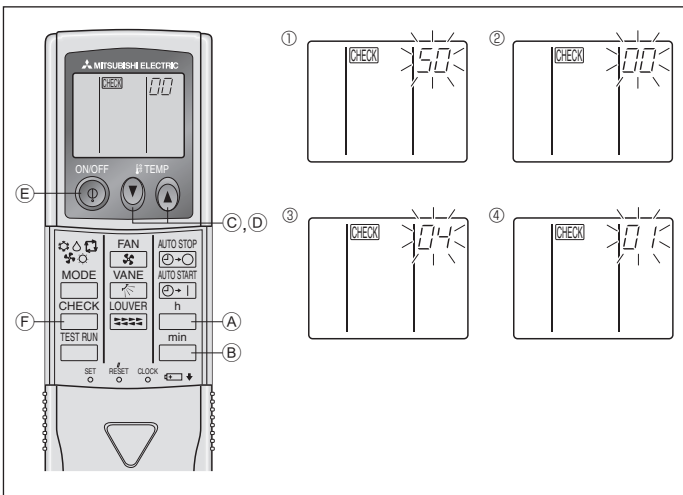

Fig. 6-10
- ⑧ Appuyer sur la touche MODE E, les numéros de programmation et de mode (I) et (II) changeront et seront continuellement affichés, et les détails de la programmation pourront être confirmés.
- ⑨ Appuyer simultanément sur les touches FILTER A et TEST RUN B pendant au moins 2 secondes. L'écran de sélection des fonctions apparaît momentanément, et l'affichage d'arrêt du climatiseur apparaît.
2) Pour la télécommande sans fil infrarouge (Fig. 6-10)